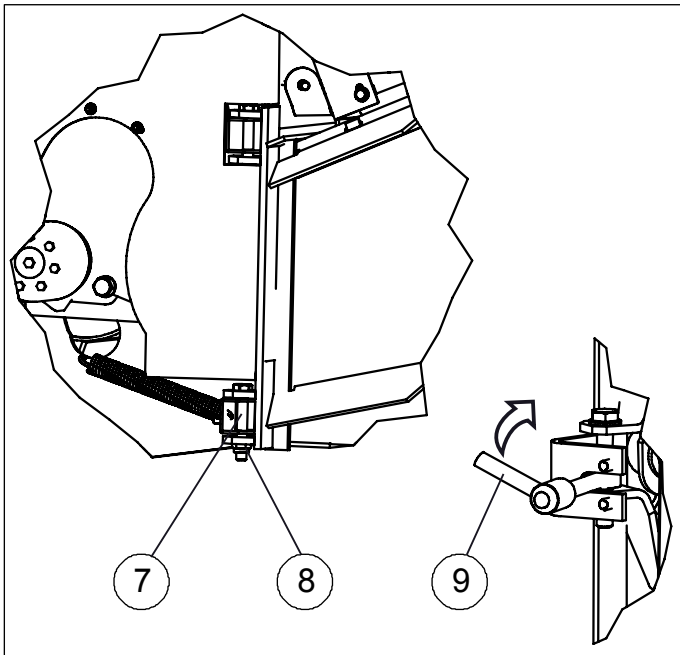

Fig 4a. Montering av matetrakt
2. Monter glideren til materenheten med to skruer, M12x80 (7) og låsemuttere (8). Lås materenheten i arbeidsstilling (9). Se fig. 4a.